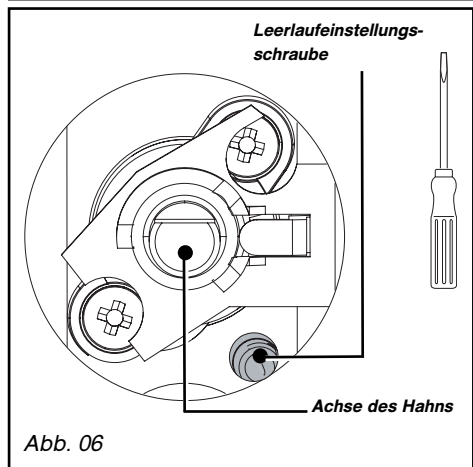

Abb. 06
- Die Messing Einstellungsschraube des Leerlaufs (gelb) (Abb. 06) mit einem flachen Schraubenzieher **2 Umdrehungen gegen den Uhrzeigersinn drehen**.